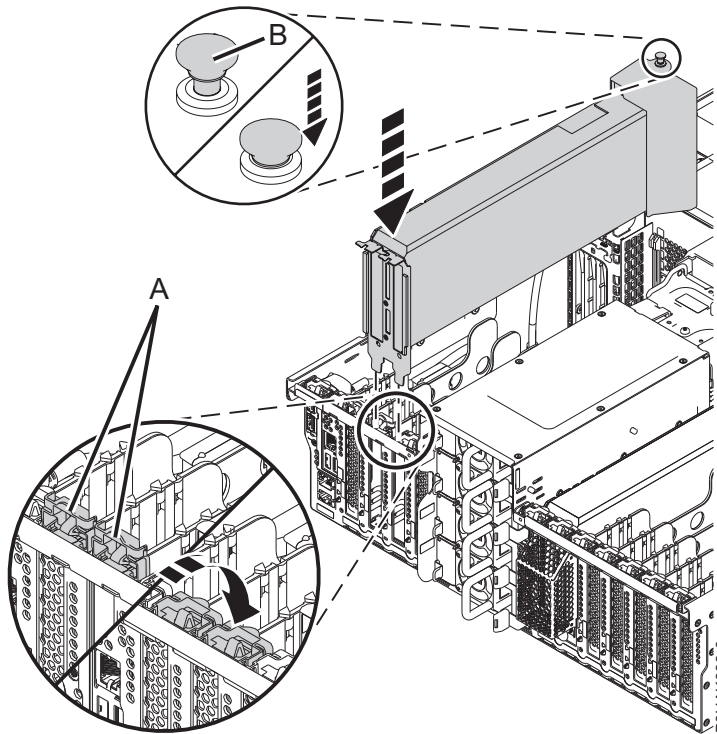

Figure 9. Installation ou remplacement d'une carte PCIe GPU dans un système monté en armoire
9. Saisissez avec précaution le bord supérieur ou la contre-poupée de la carte et alignez la carte avec l'emplacement et son connecteur sur le fond de panier du système (**A**), comme illustré dans la figure 7, à la page 9, figure 9, à la page 10 et figure 8, à la page 9.
- a. Faites pivoter le loquet de la carte (A) dans la direction illustrée à la figure 9.
- b. Appuyez sur le taquet (B) sur la grille d'aération pour le bloquer comme illustré à la figure 9.